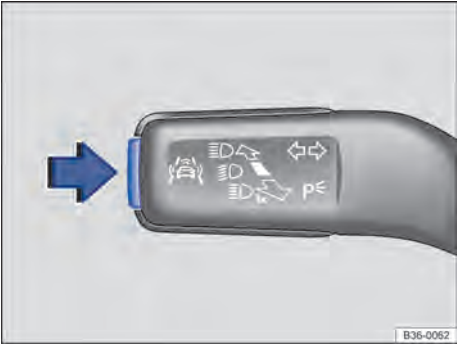

Fig. 18 Na alavanca dos indicadores de direção e do farol alto à esquerda da coluna de direção: botão dos sistemas de assistência ao condutor.
- Pressionar o botão ⇒ Fig. 18 (seta) **brevemente** para acessar o menu **Assistentes**.
- Pressionar o botão ⇒ Fig. 18 (seta) **por mais de um segundo** para ligar ou desligar os sistemas de assistência ao condutor selecionados no menu **Assistentes**.